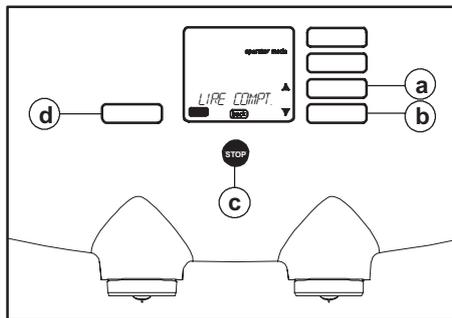

Fig. 28 Boutons de programmation
Dans le menu opérateur, les boutons de sélection deviennent des boutons de programmation (fig. 28).
- Bouton Enter (fig. 28 d), pour confirmer vos sélections.
- Boutons de défilement \updownarrow (fig. 28 a et b) (navigation/sélection), pour vous déplacer dans le menu et sélectionner les options.
- Bouton Stop (retour) (fig. 28 c), pour annuler vos modifications et revenir au niveau supérieur du menu et quitter le mode opérateur.
- L'écran affiche : mode opérateur "LIRE COMPT.", flèches de défilement \updownarrow , Enter et Back (fig. 28).